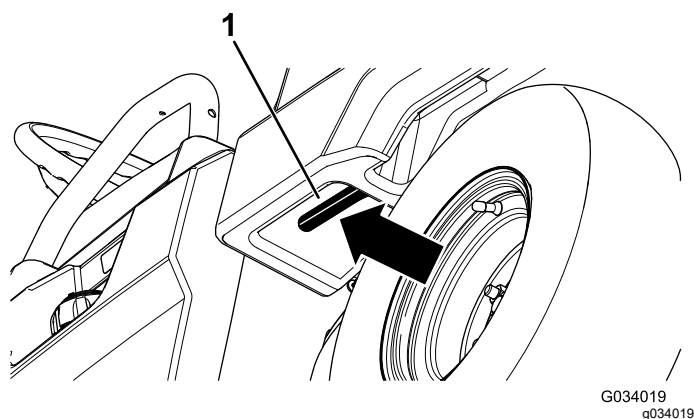

Figura 11
1. Tirate la leva a sinistra, all'interno del pianale, verso di voi e sollevate il pianale (Figura 11).
1. Sollevate leggermente il pianale alzando la leva del fermo (Figura 11).